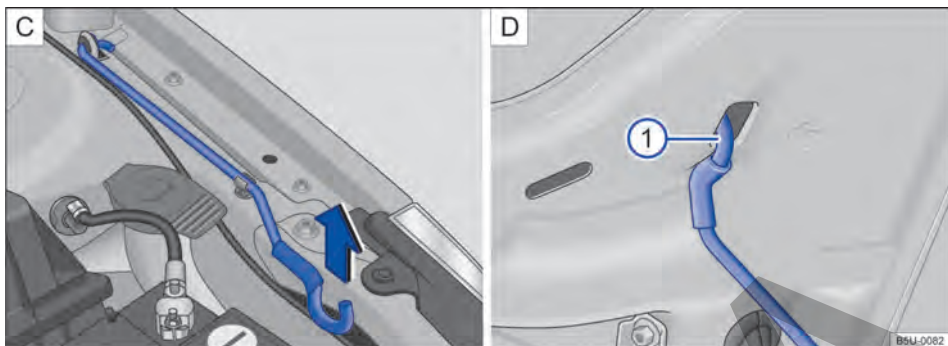

Fig. 164 [C] Varilla de sujeción de la tapa del compartimento del motor. [D] Tapa del compartimento del motor apoyada en la varilla de sujeción.
- Retirar la varilla de sujeción del soporte en el sentido de la flecha → fig. 164 [C] y colocarla en la abertura de la tapa del compartimento del motor → fig. 164 ① [D].
- Retirar la varilla de sujeción del orificio → fig. 164 ① [D] y encajarla en el soporte del cierre → fig. 164 [C].